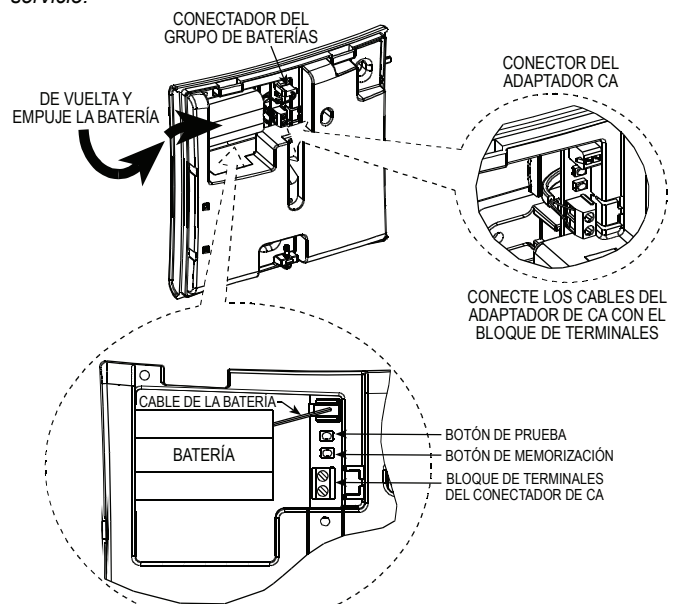

Figura 2 - Inserción del Grupo de Baterías
- B. Presione el botón de memorización del repetidor y libérela (véase la Figura 2); el LED naranja parpadea durante 10 seg.